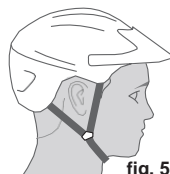

fig. 5
- Utilisation du casque (fig. 5) : Portez toujours un casque bien ajusté et certifié conforme aux normes de sécurité lorsque vous conduisez votre vélo électrique. Certains fabricants proposent des casques spécialement conçus pour les vélos électriques.